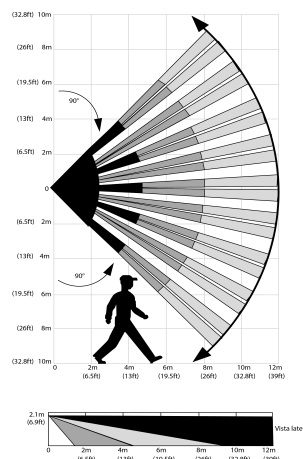

Figura 12 – Test di camminata modello di copertura
4. Camminare per testare l'area di copertura. Vedere la Figura 12. Attraversare l'estremità dell'area di copertura in entrambe le direzioni. Il LED rosso si accende ogni volta che viene rilevato il movimento, seguito da 3 lampeggiamenti del LED.